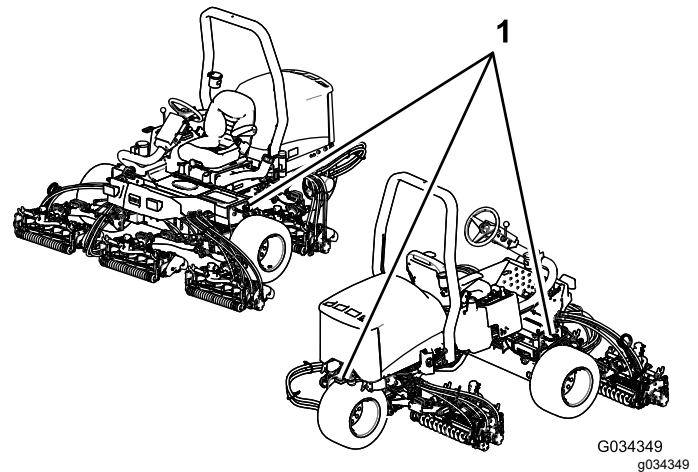

Figure 43
- Arrimez solidement la machine au moyen de sangles, chaînes, câbles ou cordes. Les sangles avant et arrière doivent être dirigées vers le bas et l'extérieur de la machine ; voir Figure 43.